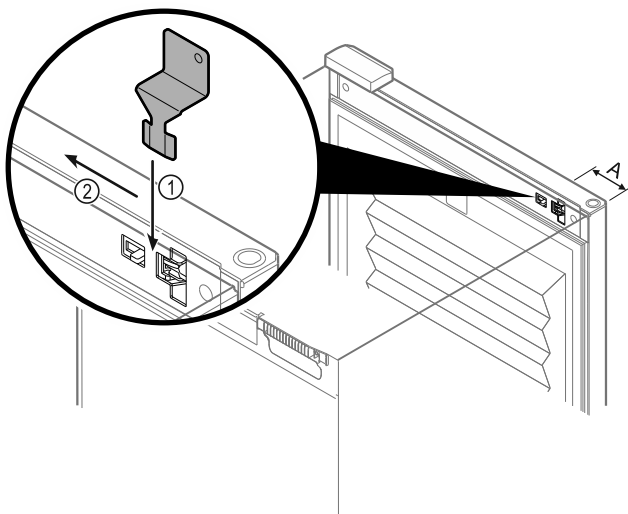

Fig. 133
- ▶ Umieścić klucz odblokowania awaryjnego w określonym miejscu Fig. 133 (A) \approx 100 mm.
- ▶ Włożyć klucz odblokowania awaryjnego pomiędzy drzwi i korpus urządzenia od góry do oporu Fig. 133 (1).
- ▶ Pociągnąć klucz odblokowania awaryjnego w kierunku zawiasu Fig. 133 (2).